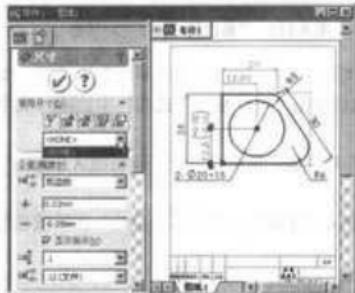

图 6-151 编辑注解为目标样式
- (1) 选择一个或多个尺寸/注解，显示相应的属性管理器或“属性”对话框。
- (2) 编辑尺寸/注解属性为目标样式，如图 6-151 所示。